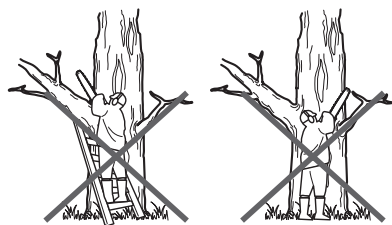

Fig. 22
6. Reiniciar o para-choques perfurado (5) num ponto baixo ao cortar troncos mais grossos, puxando o produto ligeiramente para trás até que os dentes se soltem, e reposicionar a um nível inferior para continuar a serrar. Não retirar completamente o produto da madeira.
8. Não operar o produto com os braços totalmente estendidos ou tentar serrar áreas de difícil acesso, ou sobre uma escada. Nunca utilizar o produto acima da altura do ombro (Fig. 22).